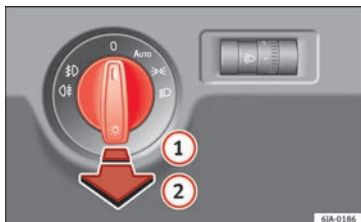

Bild 132 Instrumentpanel: ljusreglage
- Vrid först ljusreglaget » **bild 132** till läge **AUTO**, ☞ eller ☞.
- Dra ljusreglaget till läge ①.
- Vrid först ljusreglaget » **bild 132** » **sidan 119** till läge **AUTO**, ☞ eller ☞.
- Dra ljusreglaget till läge ②.